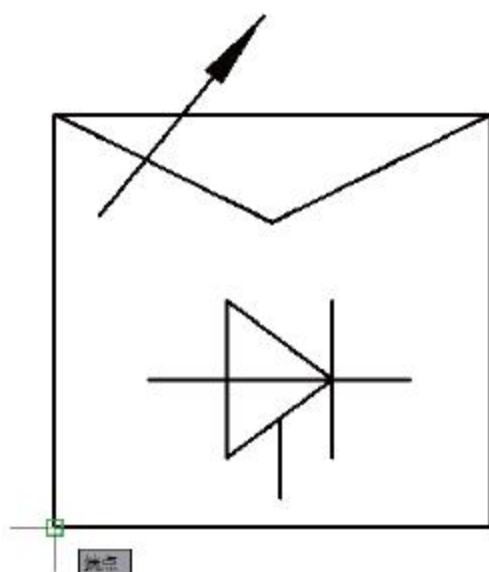

图7-7 指定基点
**04** 单击【基点】选项组中的【拾取点】按钮, 返回绘图区域指定图形左下方端点作为块的基点，如图7-7所示。